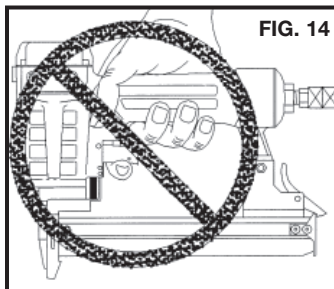

FIG. 14
21. **Remova o dedo do gatilho quando não estiver colocando prendedores.** Nunca carregue a ferramenta com o dedo no gatilho. No “modo de ativação por contato” a ferramenta disparará um prendedor se o elemento de segurança for tocado enquanto o gatilho estiver pressionado. Fig. 14.